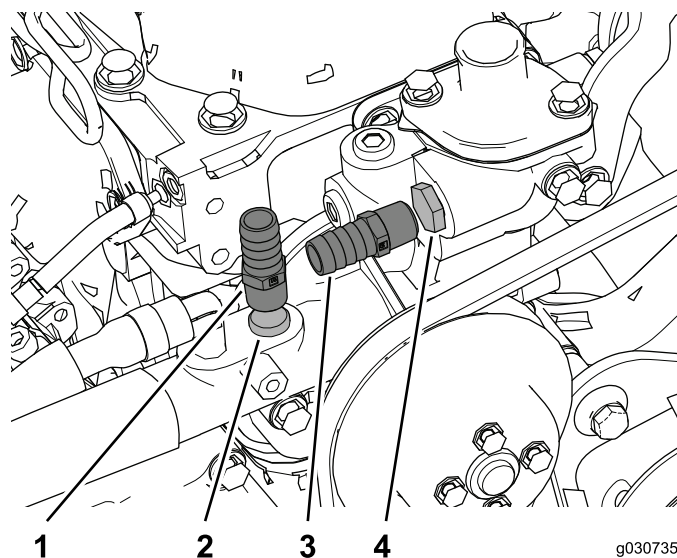

Рисунок 35
- Снимите с двигателя заглушки подающего и возвратного шлангов обогревателя и установите шланговый штуцер (3/8 NPT x 0,625 [ступенчатая поверхность]), как показано на Рисунок 35.